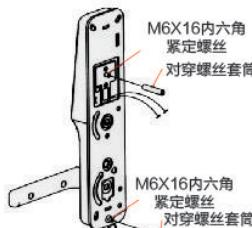

图4
- 5-1 按图4所示，将对穿螺丝套筒固定在前面板组件（室外）的内六角紧定螺丝上，并将一字螺丝刀卡在对穿螺丝套筒的槽内将其拧紧。